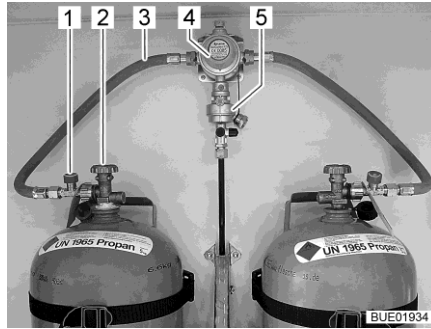
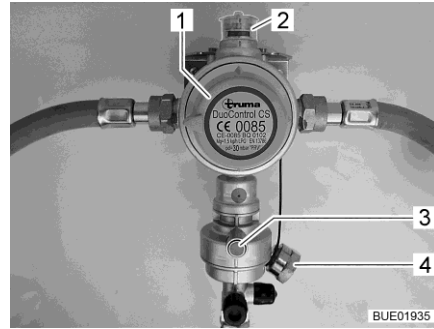

Bild 59 Gasflaschen mit DuoControl
Bild 60 DuoControl-Regelanlage
Die DuoControl-Regelanlage besteht aus einem Umschaltventil (Bild 59,4) und dem Crashsensor (Bild 59,5). Die DuoControl-Regelanlage ist zwischen den Gasschläuchen (Bild 59,3) mit Schlauchbruchsicherung (Bild 59,1) montiert. Mit dem Drehknopf (Bild 60,1) am Umschaltventil kann bestimmt werden, welche der Gasflaschen als Betriebsflasche und welche als Reserveflasche verwendet wird.
Am Sichtfenster (Bild 60,2) wird der Status der Gasversorgung angezeigt:
Der Betrieb mit nur einer Gasflasche ist zulässig, allerdings muss der offene Anschluss in diesem Fall mit dem Blinddeckel (Bild 60,4) verschlossen werden.
Der Crashsensor sperrt die Gaszufuhr bei erheblicher Erschütterung (z. B. Unfall) ab. Der Crashsensor wird durch Drücken des grünen Resetknopfs (Bild 60,3) in Betrieb genommen.
Die Schlauchbruchsicherung (Bild 59,1) sperrt den Gasfluss, wenn der angeschlossene Schlauch bricht. Die Schlauchbruchsicherung muss durch Drücken der grünen Taste aktiviert werden. Die grüne Taste muss so lange gedrückt werden, bis sich der Druck im Schlauch aufgebaut hat.
An der Bedieneinheit (Bild 61) wird die Gaszufuhr über die DuoControl-Regelanlage ein- und ausgeschaltet. Die Haupt-Absperrventile (Bild 59,2) der Gasflaschen und die Gasabsperrrventile der Geräte müssen von Hand geöffnet werden. Zum Aktivieren der Schlauchbruchsicherung siehe Abschnitt "Schlauchbruchsicherung".
- Mit dem Drehknopf (Bild 60,1) am Umschaltventil die Gasflaschewählen, der vorrangig das Gas entnommen werden soll (Betriebsflasche). Den Drehknopf immer bis zum Anschlag drehen.
- Haupt-Absperrventile (Bild 59,2) an den Gasflaschen öffnen.
- Grüne Taste der Schlauchbruchsicherung (Bild 59,1) drücken. Am Sichtfenster (Bild 60,2) wird die grüne Markierung angezeigt.
- Haupt-Absperrventile (Bild 59,2) an den Gasflaschen schließen.
Wenn die grüne Kontroll-Leuchte (Bild 61,6) während des Betriebs erlischt und die rote Kontroll-Leuchte (Bild 61,5) aufleuchtet, ist die Betriebsflasche leer und muss gewechselt werden. Am Sichtfenster (Bild 60,2) wird die rote Markierung angezeigt. Die Reserveflasche versorgt die Gasverbraucher weiterhin mit Gas.
- Drehknopf (Bild 60,1) eine halbe Drehung in Richtung der aktuell verwendeten Gasflasche drehen. Damit ist diese Gasflasche jetzt die Betriebsflasche, die leere Gasflasche wird zur Reserveflasche. Die Markierung im Sichtfenster (Bild 60,2) wechselt von rot auf grün.
- Haupt-Absperrventil (Bild 59,2) an der leeren Gasflasche schließen. Pfeilrichtung beachten.
- Grüne Taste der Schlauchbruchsicherung (Bild 59,1) drücken.